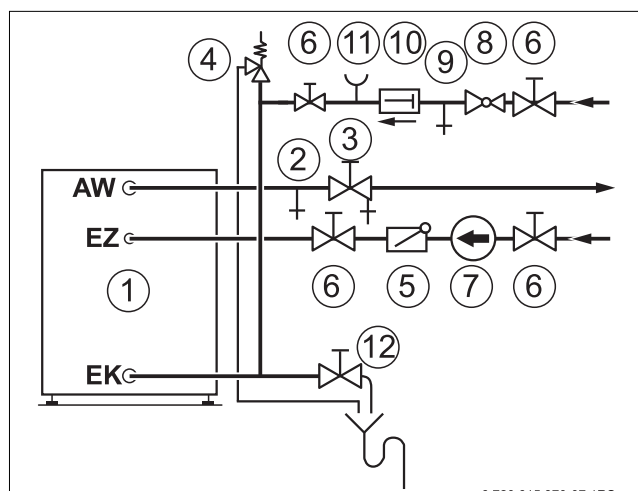

Fig. 7 Installation (schéma de principe)
(→ fig. 7, [6], page 38).
- ▶ Vidanger le ballon d'eau chaude sanitaire entièrement par la vanne de vidange (→ fig. 7, [12], page 38) jusqu'à la partie la plus basse du ballon d'eau chaude sanitaire.